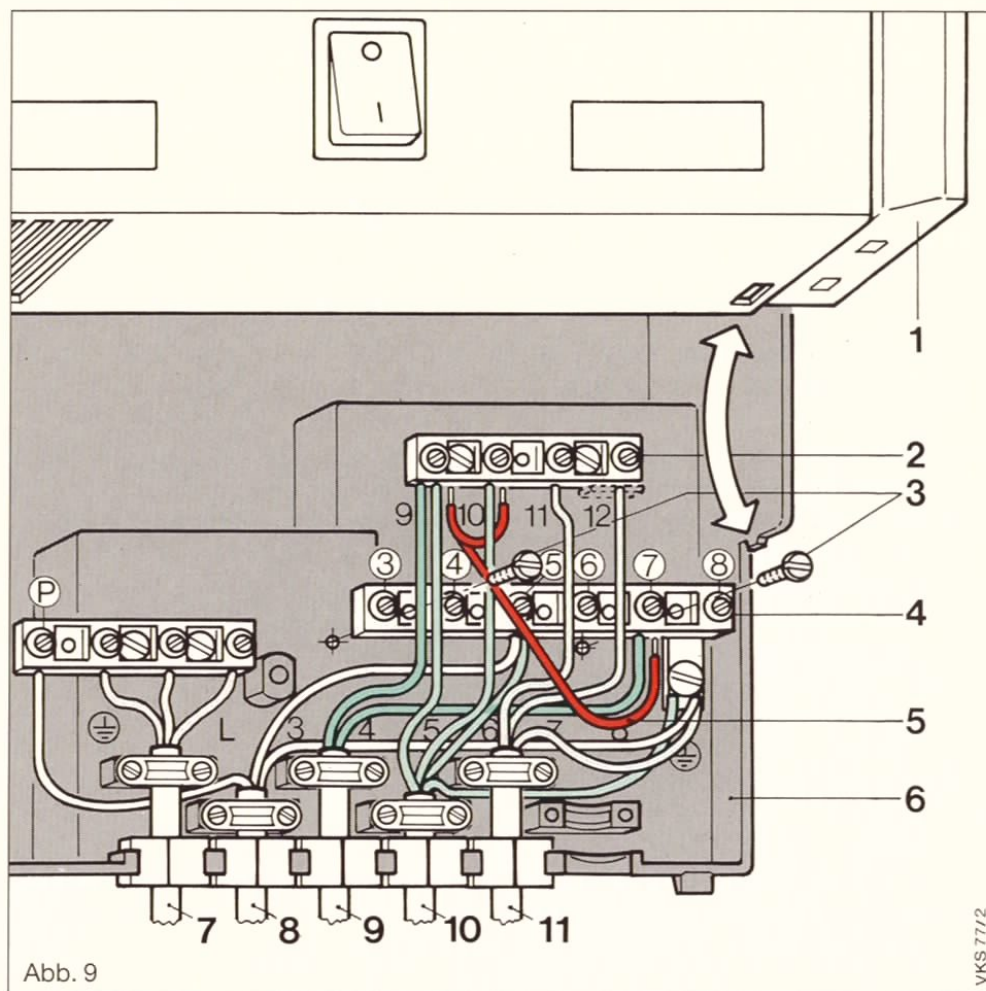

Abb. 9
- Befestigungsschraube des Schaltkastens (6) oben an der Schaltleiste (1) lösen.
- Befestigungsschrauben (3) der Klemmleiste (4) (mit den Klemmen ③ bis ⑧) lösen.
- Schaltkasten (6) an der Unterseite der Schaltleiste (1) (siehe Pfeil) aus den Haltenocken ausrasten und Schaltkasten (6) etwas nach unten ziehen bis die Klemmleiste (2) (mit den Klemmen 9-12) sichtbar wird.
- Brücke (5) zwischen Klemme 7-9-10 lösen und herausnehmen. Klemmleiste (4) etwas herausziehen, bis die Klemmen der Klemmleiste (2) zugänglich sind.
- Eine Abgasklappe und eine Wassermangelsicherung an den Klemmen 7 und 9 und 9-10 anklemmen (siehe Abb. 9, Seite 19). Anschlußkabel mit Zugentlastung sichern.